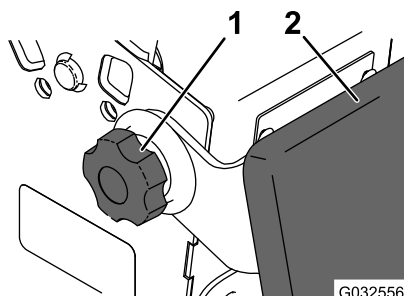

Bild 28
2. Lösen Sie die Knebelschalter an jeder Seite der Maschine (Bild 28).